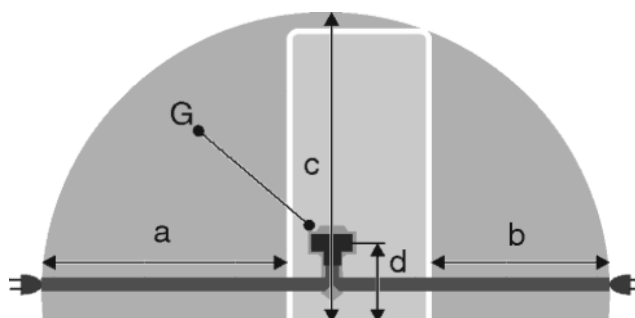

Fig. 24
- Gniazdo znajduje się poza tylną częścią urządzenia w podanym obszarze *Fig. 24 (a, b, c)*.
- ▶ Wtyczkę urządzenia *Fig. 24 (G)* podłączyć z tyłu urządzenia. Zwrócić uwagę na prawidłowe zazębienie.